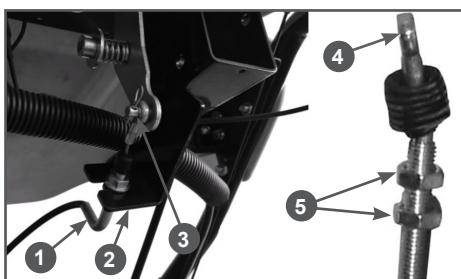

Рис. 11 Установка троса управления дефлектором
10. Подключите трос управления дефлектором к рычагу управления дефлектором. Смажьте наконечник троса 4 и ось 3 рычага управления дефлектором многоцелевой консистентной смазкой CHAMPION EP-0. Установите наконечник троса 4 на ось 3 рычага управления дефлектором и закрепите его шплинтом (Рис. 11). Вставьте оболочку троса в кронштейн 2 панели и затяните гайки 5 (Рис. 11). Проверьте управление дефлектором. При перемещении рычага управления деф-